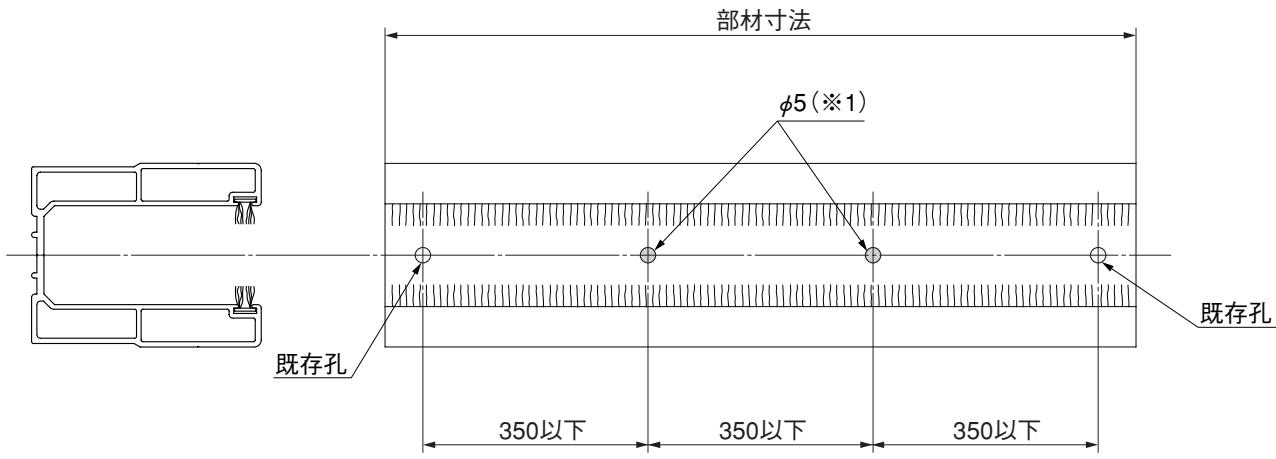

図3-1
- ネジ追加固定の必要判断条件は、ネジ固定間隔が350mm以下になることです。(図3-1参照) (※1)
① デッキ取付用孔の追加が必要な部材(表3-1参照)は、既存孔間にφ5の下孔をあけ、孔の最大間隔が350mm以下になるようにしてください。(図3-1参照)
② 床板にφ2.5の下孔をあけてください。
③ 下レールをデッキ面に⑤-①で固定してください。